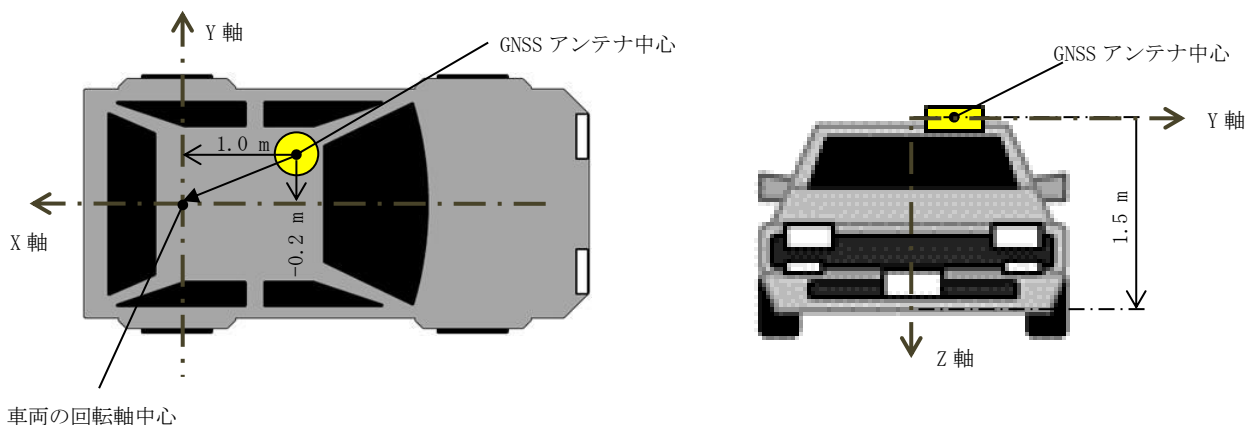

図 5.24 車両回転軸中心-アンテナ間距離計測例
- ① アンテナ設置位置と車両の回転軸中心との X 軸方向距離、Y 軸方向距離を計測します。また、アンテナ設置位置と車両のタイヤ中心との Z 軸方向距離を計測します。(例、図 5.24)
- ② X 軸方向の設定では、パラメータ変更画面で『63』と入力し、『Enter』キーを押します。
- ③ 測位計算位置を車両回転軸中心に変更するため、『1.00』と入力し、『Enter』キーを押します。
- ④ Y 軸方向の設定では、パラメータ変更画面で『64』と入力し、『Enter』キーを押します。
- ⑤ 測位計算位置を車両回転軸中心に変更するため、『-0.20』と入力し、『Enter』キーを押します。
- ⑥ Z 軸方向の設定では、パラメータ変更画面で『65』と入力し、『Enter』キーを押します。
- ⑦ 測位計算位置を車両タイヤ中心へ変更するため、『1.50』と入力し、『Enter』キーを押します。
- ⑧ パラメータ変更画面が再読み込みされ、更新されたパラメータ変更画面を表示します。『63. arm_x=1.00[m]』、『64. arm_y= -0.20[m]』、『65. arm_z=1.50[m]』となっていれば、測位計算位置変更の入力成功です。